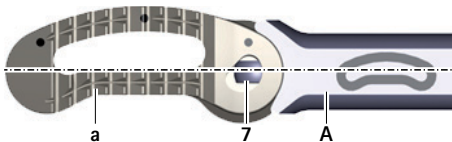

Рис. 8 Рабочий имплантат в положении 0°
- Удерживать тестовый имплантат D в положении 0° на установочном инструменте A, см. Рис. 8.
- ▶ Удерживать рабочий имплантат в положении 0° , см. Рис. 8.